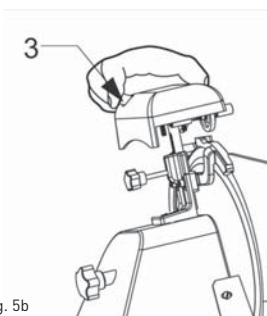
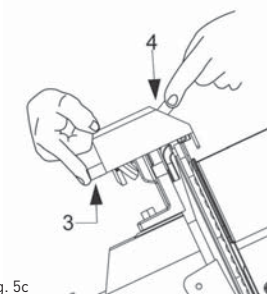

Fig. 5b
Fig. 5c
- Mettre la trancheuse en marche, en positionnant le bouton dans la position „I” (ON);
- Appuyez le bouton (pos.3, Fig.5b), laissez la lame frotter contre l'affûteuse pendant environ 30/40 secondes jusqu'à ce que sur le bord de la lame vous allez créer une bavure ;
- Appuyez simultanément deux boutons (pos. 3 et 4, Fig. 5c) pendant 3-4 secondes , ensuite relâchez-les dans le même temps. Fig.5b